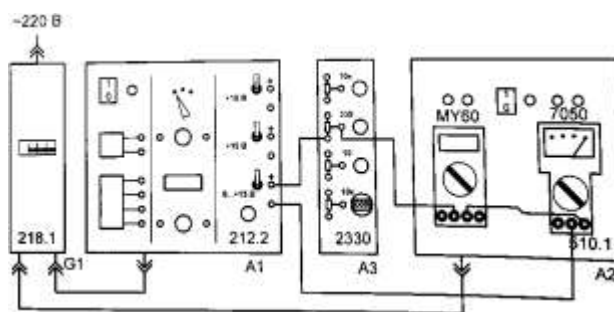

Рис. 3. Схема электрическая соединений для калибровки аналогового амперметра.
–соедините аппаратуру в соответствии со схемой электрической соединений рис. 3.